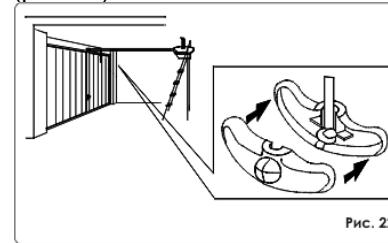

Рис. 22
- Завяжите узел на конце шнура и соберите ручку расцепителя (рис.22).